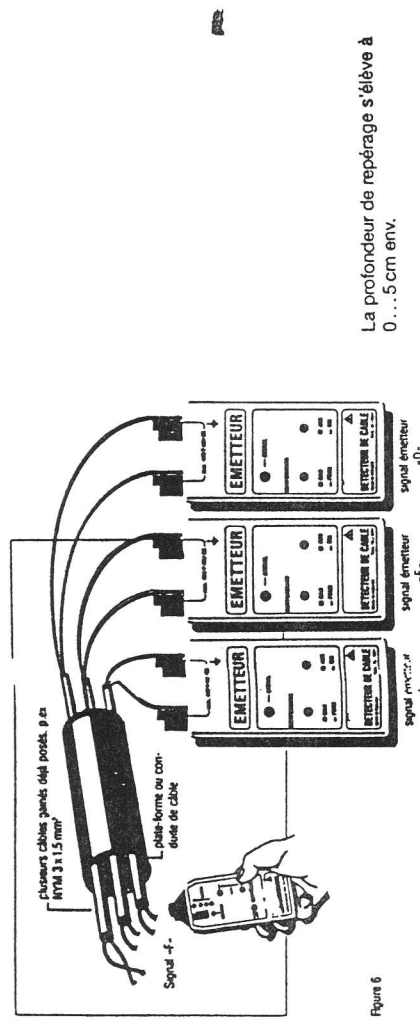

Figure 6
- Connectez l'émetteur selon Figure 6.